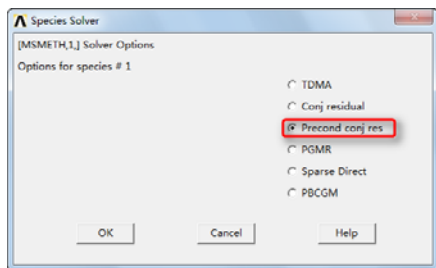

图 10-89 “Species Solver”对话框
24 单击“OK”按钮会弹出“Species Solver”对话框，如图 10-89 所示，在“Options for species #1”选择列表中选择“Precond conj res”。
⑤7 单击“OK”按钮会弹出“Species Solver”对话框，如图 10-89 所示，在 Options for species #3 选择列表中选择“Precond conj res”。